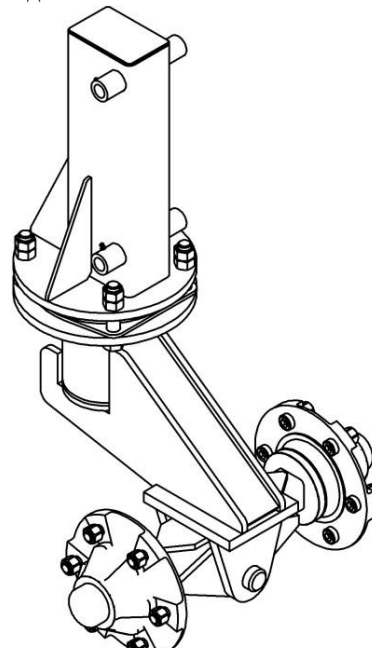

Рис. 4.4.3. Узел жёсткого двойного колеса нового образца
**С 2018 года на центральной раме устанавливаются передние стойки нового образца (рис. 4.4.3).**